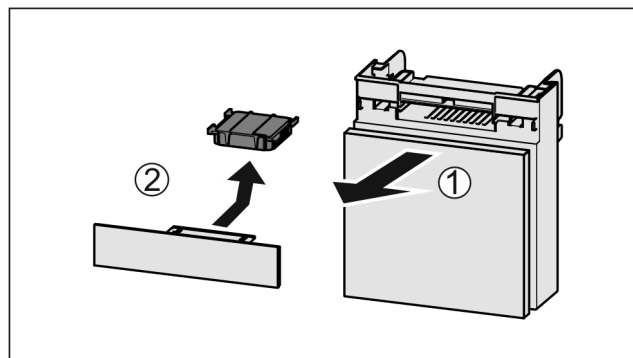

Fig. 39
- Lade vanaf de voorkant eruit trekken Fig. 39 (1).
- Actiefkoolfilter verwijderen Fig. 39 (2).